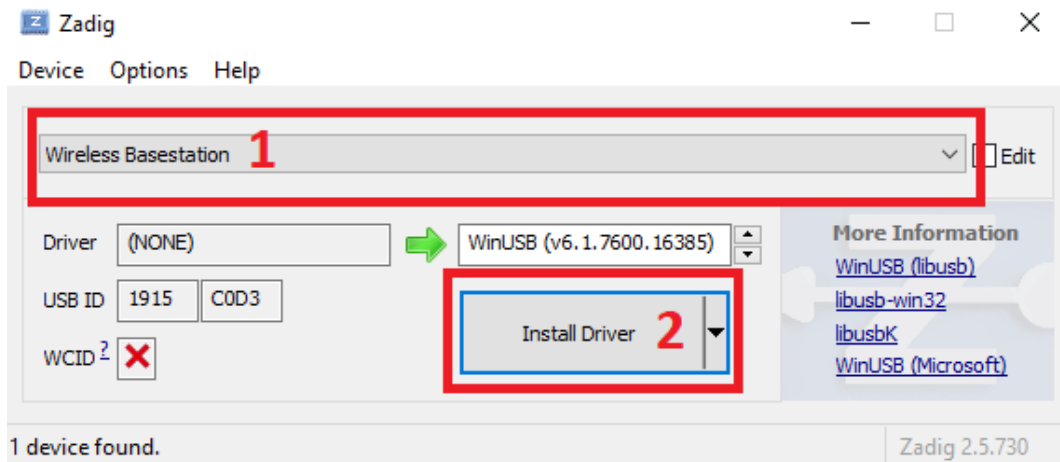

Figure 3.4 – Programme d'installation du pilote USB pour la station de base sans fil.
5. Sélectionnez *Station de base sans fil* dans le menu déroulant (voir l'étiquette 1 dans la Figure 3.4).
6. Cliquez sur *Install Driver* (voir l'étiquette 2 dans la Figure 3.4).